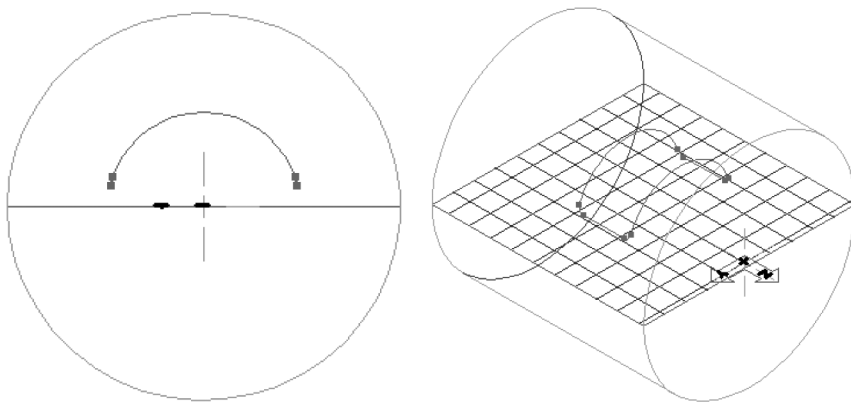

图 2-92 轮廓包裹
- 4) 打开包裹图素 。从端面观看图素，图素会显示为轮廓包裹在一个直径上，如图 2-92 所示。